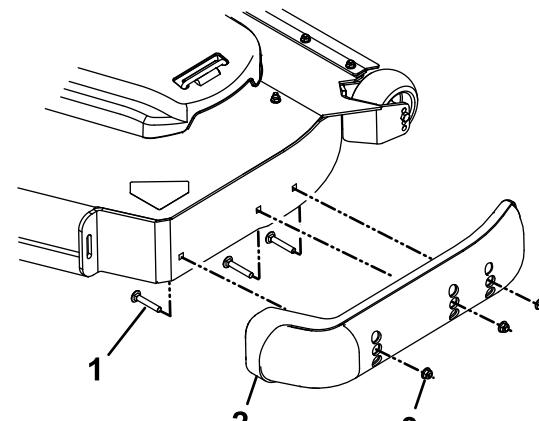

Figura 30
- Retire los pernos de cuello cuadrado y las tuercas de cada patín (Figura 30).